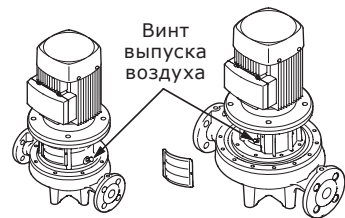

Рис. 18 Винт выпуска воздуха
1. Закрывать запорный клапан на стороне нагнетания насоса и открыть винт выпуска воздуха в промежуточном корпусе насоса, как показано на рис. 18.
2. Отвернуть винт выпуска воздуха, как показано на рис. 18.
3. При пуске из насоса нужно удалить воздух, вывинтив для этого расположенный в промежуточном корпусе насоса винт выпуска воздуха до тех пор, пока из отверстия для выпуска воздуха не потечет рабочая жидкость, как показано на рис. 18.